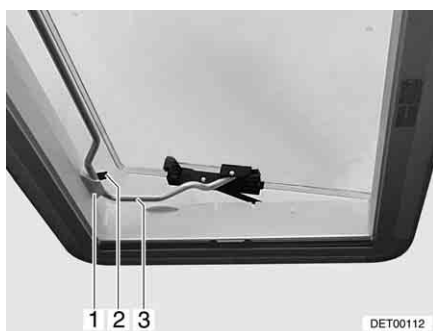

Bild 67 Heki-takluckan i ventilationsläge 2
- Sätt in bygeln (Bild 67,3) i hållaren (Bild 67,1).
- Ställ spaken (Bild 67,2) över bygeln.